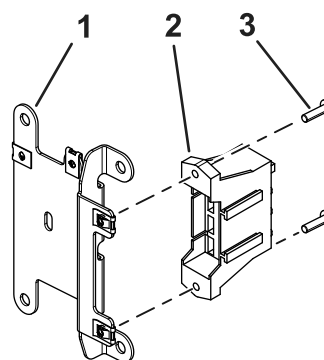

Figuur 2
2. Monteer de U-type plaatmoeren aan de montageplaat van de zekering (Figuur 2).